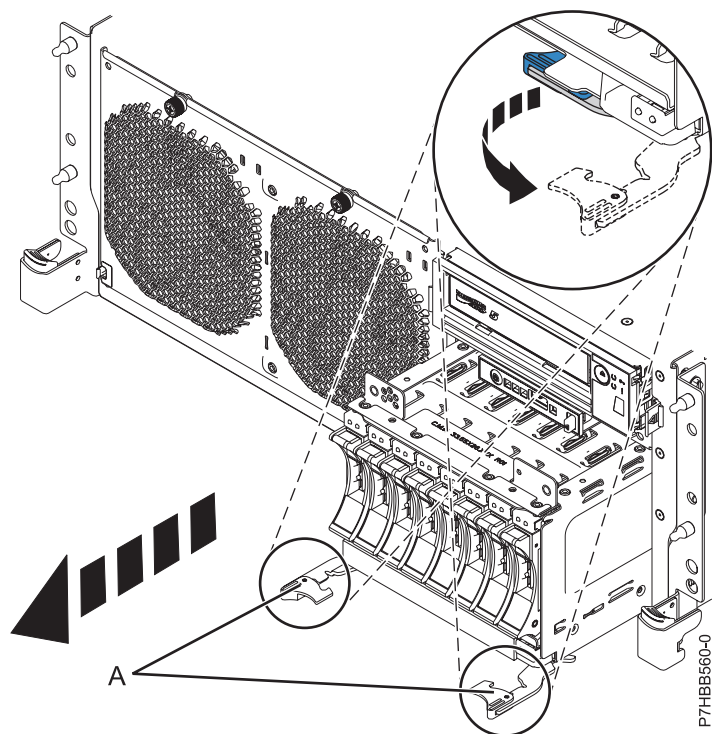
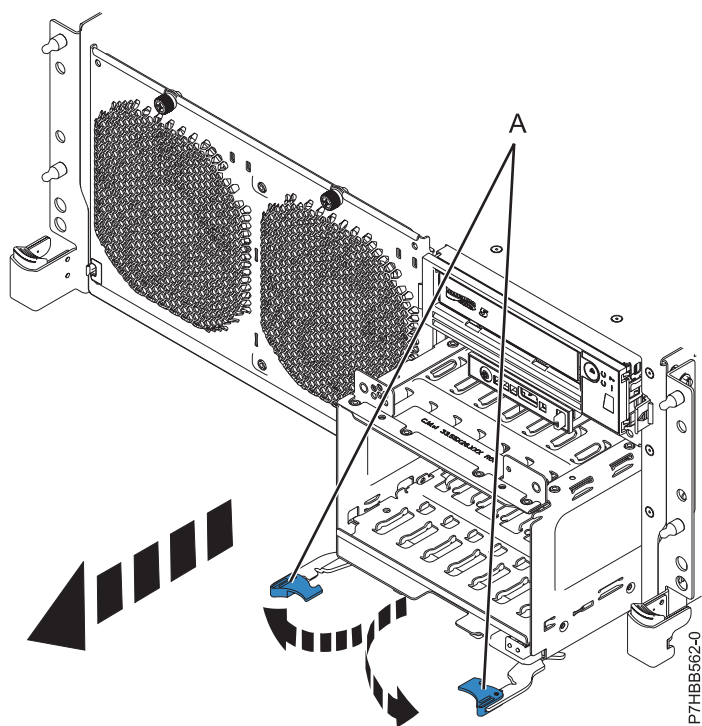

Figure 24. Retrait du fond de panier comportant des unités de disque
Figure 25. Retrait du fond de panier ne comportant pas d'unités de disque
14. Déverrouillez le fond de panier de l'unité de disques en tirant les poignées (A) afin de les mettre en position ouverte, au centre du fond de panier, comme indiqué dans la figure 24, à la page 49 et la figure 25, à la page 49.